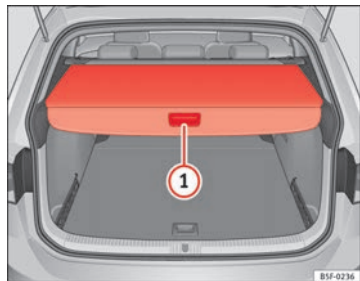

Fig. 94 No porta-bagagens: fechar a chapeleira
- Pressione o manípulo da chapeleira (**press**) até a desbloquear ⇒ Fig. 94 ①. A chapeleira desloca-se automaticamente até ao final do caminho enrolando-se completamente.